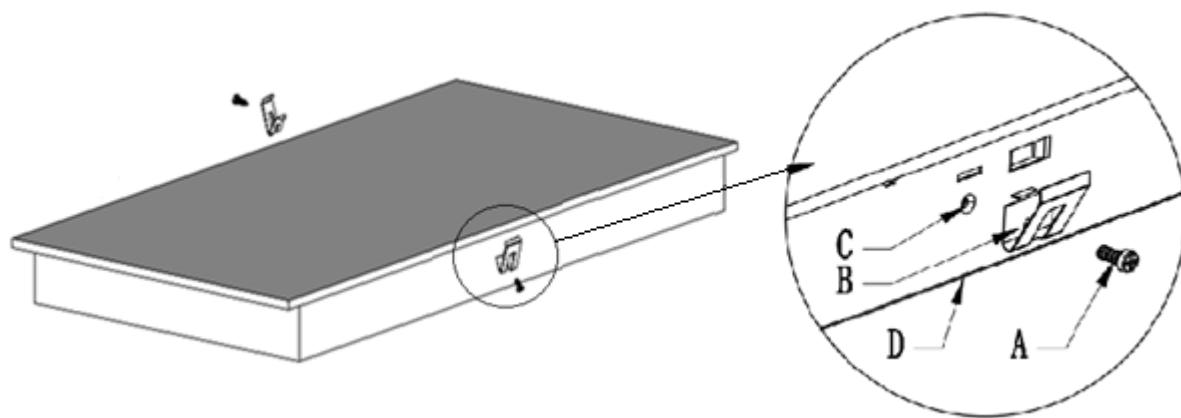

Рисунок 8 – Установка монтажных скоб
- Установите и закрепите монтажные скобы, как показано на рис. 8. (A – винт, В – скоба, С – резьбовое отверстие, D – корпус варочной панели).